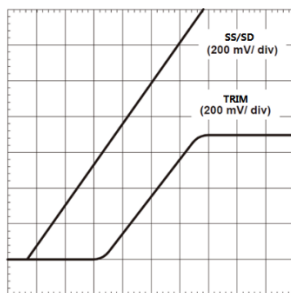

图 7 模块上电时 SS 电压和 TRIM 电压偏差
11.4 软启动 (SS)
软启动和关机功能可以通过 SS 引脚实现。外部 SS 引脚与误差放大器输入端的内部软启动电压之间存在一个约 0.65V 的偏移 (如图 7 所示)，模块在 VOUT 电压开始启动之前被使能，减少了启动时对输出电容充电的瞬态电流，确保平稳启动而不会出现输出电压过冲的现象；当 SS 引脚的电压低于 260 mV 时，模块将被关闭。模块内部在 SS 引脚配置了 100nF 的软启动电容，SS 引脚悬空时输出电压建立时间约为 4ms，若延长启动时间，可以在外部增加额外的电容。输出电压软启动的计算公式如下公式 (3) 所示。